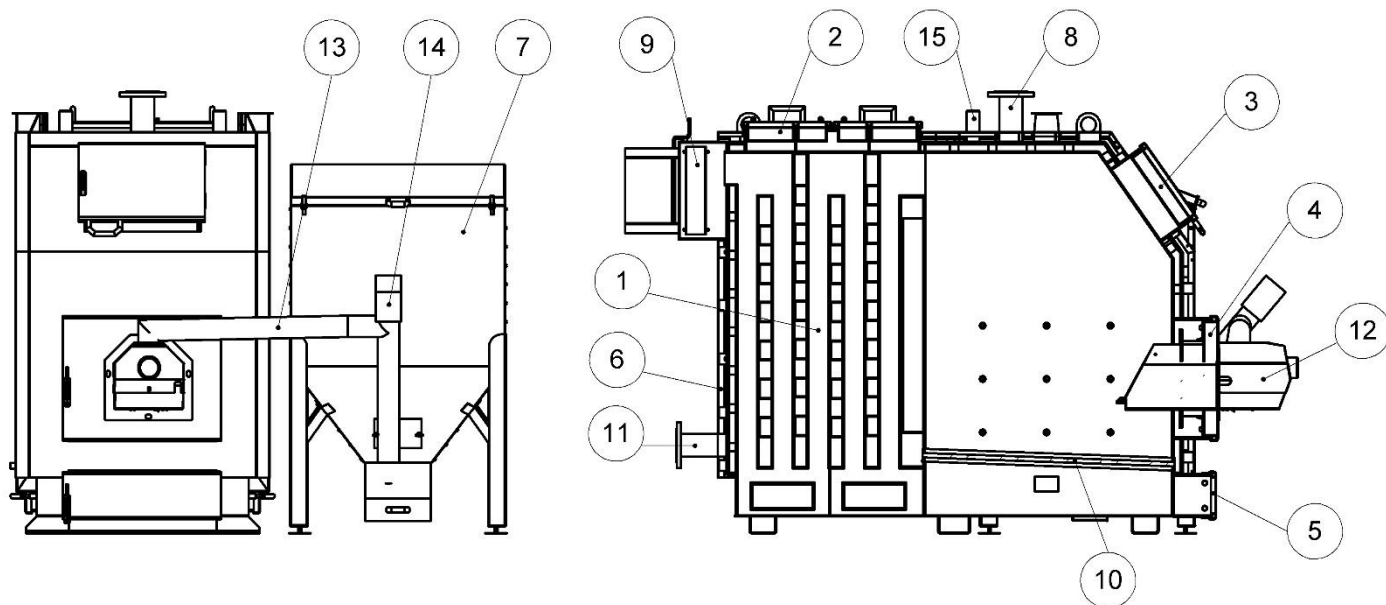

Рисунок 5.1 – Зовнішній вигляд та основні елементи котла типу КТПп
Корпусом котла (поз. 1, рис. 5.1) є паралелепіпед з подвійними стінками, які розділені водними перегородками. Топочна камера розташована перед дво- або чотирьохходовим теплообмінником (залежно від потужності котла).
- шнекового (гвинтового) механізму подачі палива, який приводиться в рух мотор-редуктором (поз. 14, рис. 5.1);
- автоматичного пелетного пальника (поз. 12, рис. 5.1);
Паливо для процесу спалення подається автоматично з розташованого біля котла бункера для палива (поз. 7, рис. 5.1) за допомогою гвинтового (шнекового) механізму подачі. Шнековий механізм з'єднується з пальником гнучким гофрованим рукавом (поз. 13, рис. 5.1), що виготовлений з легкоплавкого матеріалу. Згоряння палива (пелети) відбувається в камері згоряння пальника на рухомому колоснику, який виготовлений з жароміцної сталі. Камера згоряння пальника виконана з вогнетривкої кераміки.
Обслуговування котла полягає у періодичному додаванні палива у бункер (поз. 7, рис. 5.1) та усуненні золи з зольної полиці без необхідності погашення котла. Після розпалення котел не потребує постійного перебування у приміщенні, де він змонтований, обслуговуючого персоналу. Експлуатація котла може відбуватися безперервно під час всього опалювального сезону. Котел може також працювати після опалювального сезону в системі з бойлером на гаряче водопостачання.
Димові гази виходять у димохід крізь боров (поз. 9, рис. 5.1), розташований у задній частині котла. Боров обладнано вбудованим дросельним клапаном продуктів згоряння – шибером. У випадку надто високої тяги у димоході шибер дає можливість її знизити шляхом часткового перекривання вихідного отвору борова.
- дверцята ревізійні (поз. 3, рис. 5.1);
- дверцята пальника (поз. 4, рис. 5.1);
- дверцята зольника (поз. 5, рис. 5.1).
- патрубок прямої мережної води (поз. 8, рис. 5.1);
- патрубок(ки)) для встановлення запобіжного клапана (поз. 15, рис. 5.1);
- дверцята для періодичного обслуговування (чищення) конвективної частини котла (поз. 2, рис. 5.1).
В нижній частині, на задній стіні, – патрубок зворотної води (поз. 11, рис. 5.1) та зливний патрубок.
Корпус котла обкладений теплоізоляційним матеріалом – мінватою (поз. 6, рис. 5.1).
Для можливості роботи котла в режимі ручного завантаження палива до топки (наприклад, дрова), у нижній частині топки розміщені колосникові ґрати (поз. 10, рис. 5.1). Крім того, на верхній стінці корпусу котла передбачені посадочні місця для монтажу вентиляторів (закриті заглушками), які будуть нагнітати повітря до камери згоряння (керування вентилятором здійснюється контролером автоматично).
Боров котла обладнано вбудованим дросельним клапаном продуктів згоряння – шибером (поз. 13, рис. 5.1), за допомогою якого можна регулювати величину тяги в димоході.
Датчик температури з комплекту контролера необхідно закріпити на неізольованій ділянці патрубка прямої мережної води (поз. 9, рис. 5.1), використовуючи шплінтове кріплення (бандаж). Після попереднього затягування бандажа (бандаж можна огорнути навколо труби двічі, або відрізати надлишок ножицями для металу), вкласти датчик температури між бандажем і трубою. Обережно затиснути бандаж так, щоб датчик температури не переміщувався під бандажем. Дуже сильне затягування може пошкодити елементи виміру. Обмотати датчик термоізоляційним матеріалом.
Заповнення котла та всієї системи опалення водою повинно відбуватися через штуцер зливу води з котла (поз. 10, рис. 5.1). Заповнення необхідно робити повільно, щоб забезпечити усунення повітря з системи.